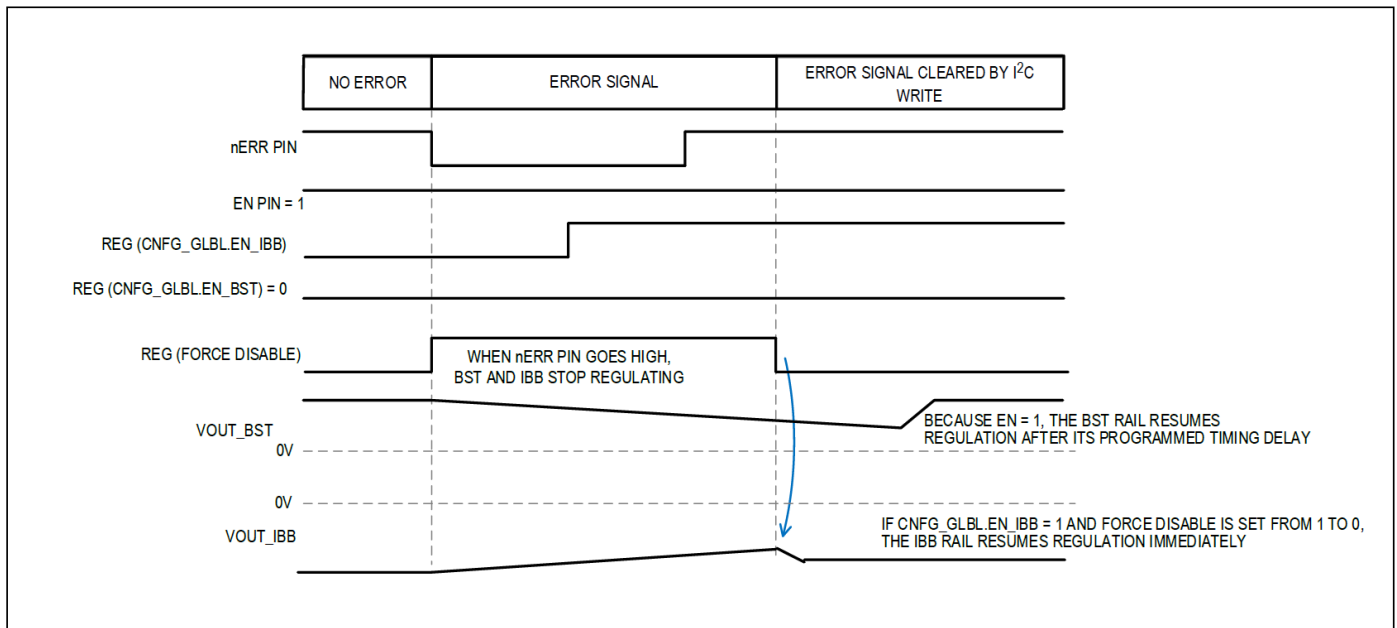
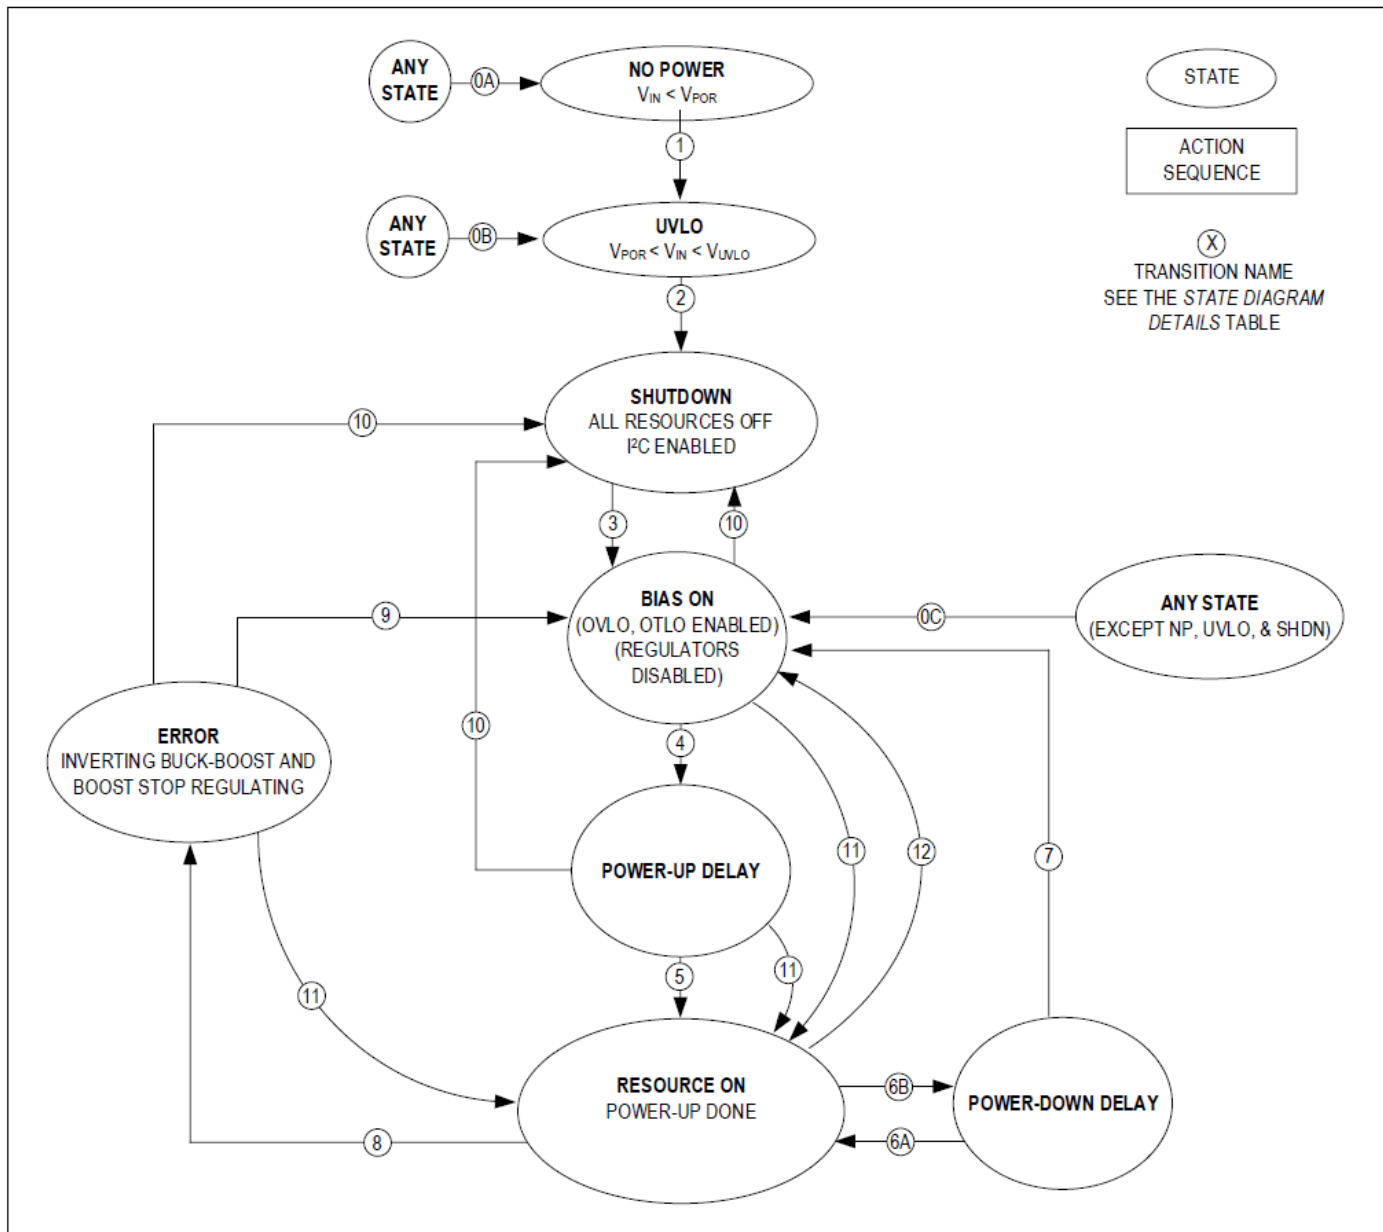

図 6. CNFG\_GLBL.EN\_IBBビットを用いたレギュレータの再イネーブル
図 7. 概略状態図
ENピンがローになる ( $V_{EN} < V_{EN,IL}$ ) と、MAX77720はシャットダウン状態になります。シャットダウン状態にある間、両レギュレータはスイッチングを行いませんが、I2Cを通じた設定は依然として可能です。詳細については、図7および表4を参照してください。メイン・バイアスがオン状態でレギュレータが動作していない場合、このモードでの消費電流は $235\mu A$ です。
2. nERRピンがハイに戻った後、I2Cを通じてレジスタCNFG\_GLBL.FORCE\_IBB\_ONまたはCNFG\_GLBL.FORCE\_BST\_ONに1を書き込み、CNFG\_GLBL.FORCE\_DISに0を書き込むことにより、反転昇降圧コンバータおよび昇圧コンバータの安定化をそれぞれ個別にイネーブルできます。CNFG\_GLBL.FORCE\_XXX\_ONが1の場合、レギュレータが安定化を再開するためのタイミング遅延は行われません。ENピンがハイを保持したままで、1つのCNFG\_GLBL.FORCE\_XXX\_ONのみが1の場合、他のレギュレータは、そのプログラムされたタイミング遅延の後に安定化を再開します。図6に、CNFG\_GLBL.FORCE\_IBB\_ON = 1の状況でのこの動作を示します。図7および表4に、安定化を再開するための大まかなシステムの流れを示します。
図7および表4は、MAX77720のリソース（スイッチング・レギュレータなど）をイネーブル/ディスエーブルするための様々な条件を大まかに示したものです。図7は、デバイスの動作を1セットの状態（円（パブル）で示す）として表したものです。例えば、シャットダウン状態は、すべてのレギュレータとバイアスがディスエーブルされ、入力からデバイスに供給される電流は最小となっている状態です。表4は、2つの状態間の遷移が開始される条件を詳細に記載したものです。例えば、デバイスをウェイクアップし、パワーアップ・シーケンスを開始するには（3から4への遷移および4から5への遷移）、ENピンにハイ・レベルの信号を印加します。